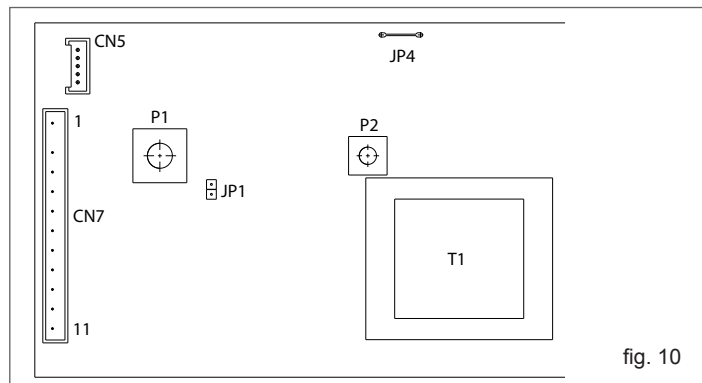

fig. 10
- sulla scheda di controllo (fig. 10):